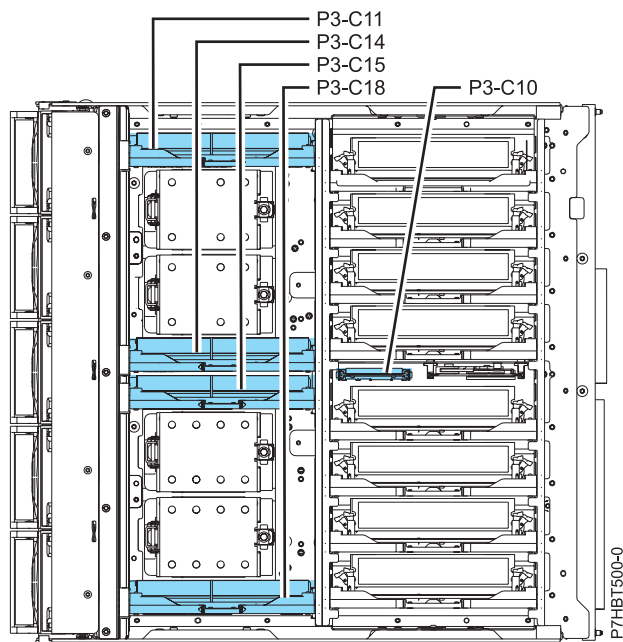

Abbildung 7. Speicherspannungsreglermodul an Position C10
10. Suchen Sie das Speicherspannungsreglermodul, das aus der Systemprozessor-Baugruppe ausgebaut werden soll. In Abb. 7 wird das Speicherspannungsreglermodul an Position C10 in Relation zu der Position auf der Systemprozessor-Baugruppe angezeigt.